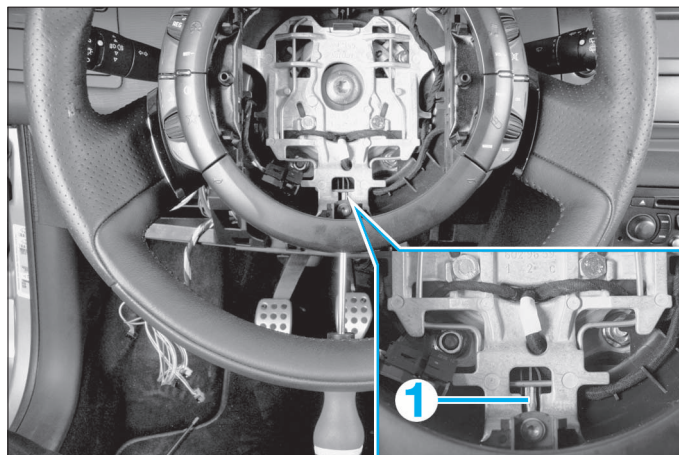

FIG. 1
- A l'aide d'un tournevis protégé (avec un morceau de ruban adhésif par exemple), déverrouiller le ressort de maintien (1) par simple pression (Fig.1).